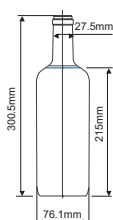
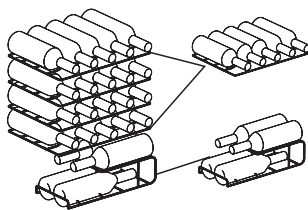
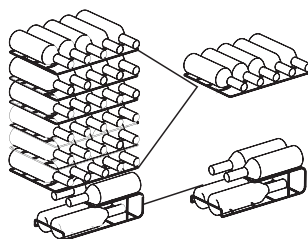

Abb. 1
Abb. 2
Abb. 3
- Das Fassungsvermögen für die Lagerung von Flaschen im Weinkühlschrank (MDRW111FGG wie in Abb. 2 gezeigt, MDRW150FGG wie in Abb. 3 gezeigt) basiert auf der folgenden Flaschengröße (Abb. 1). Bei größeren Flaschen kann sich die Anzahl der Flaschen verringern, die im Weinkühler gelagert werden können.
- Für das Modell MDRW111FGG: Die empfohlene maximale Anzahl Flaschen ist 24, wie in Abb. 2 dargestellt.
- Für das Modell MDRW150FGG: Die empfohlene maximale Anzahl von Flaschen ist 34, wie in Abb. 3 dargestellt.